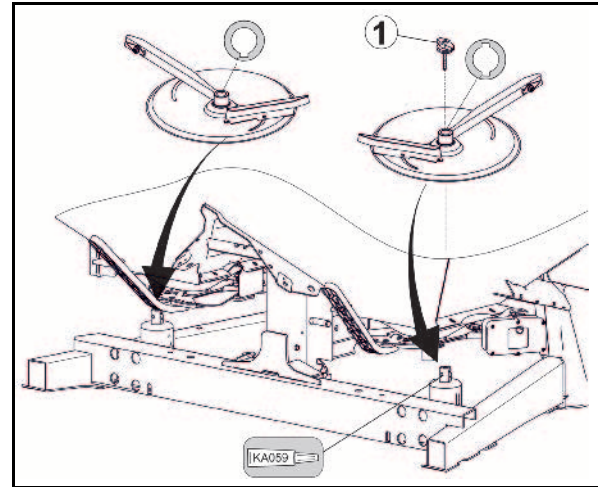

Bild 58
1. Ta bort vingmuttrar (Bild 58/1).
3. Kantspridning (Bild 58):